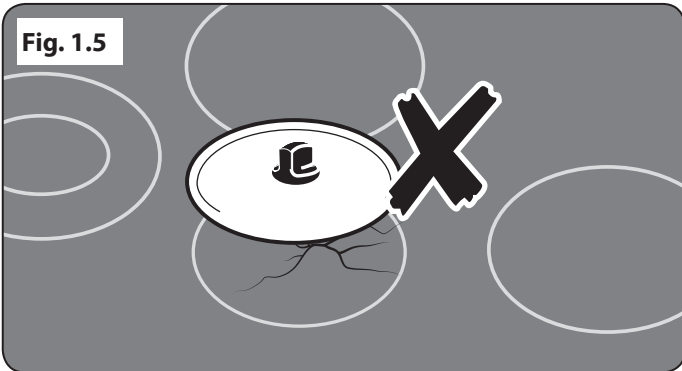

Fig. 1.6
- La cuisson d'aliments à haute teneur en eau peut produire une « bouffée de vapeur » à l'ouverture de la porte du four (**Fig. 1.6**). Lorsque vous ouvrez la porte du four, reculez-vous et attendez que la vapeur se soit dissipée.